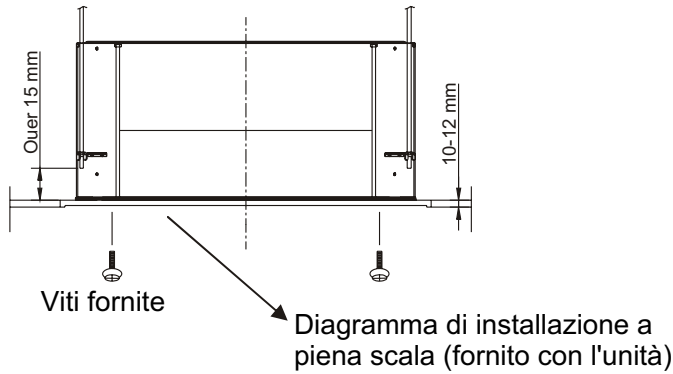

Fig.8
3. La lunghezza delle viti di sospensione deve essere adatta ad una distanza fra l'estremità della vite e la base dell'unità di più di 15 mm, come illustrato in Fig. 8.